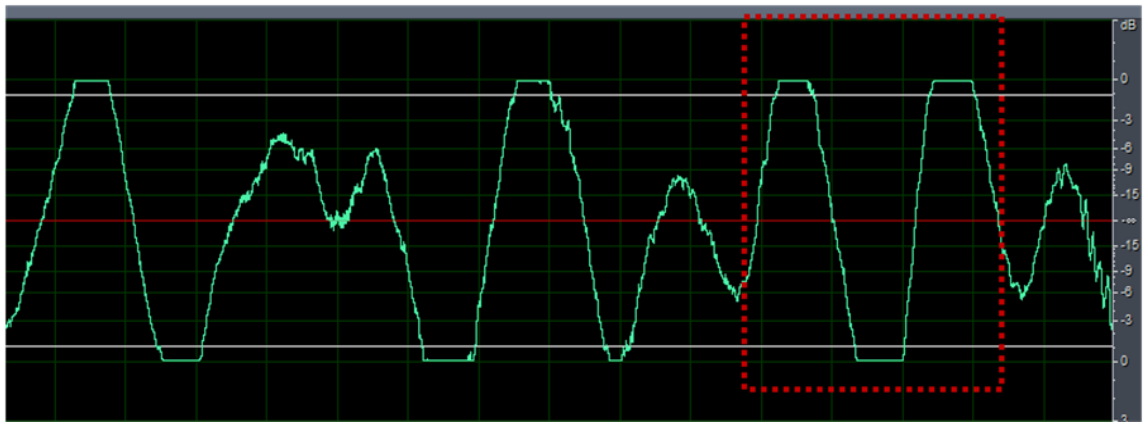

图 17-29 削顶的 MIC 录音数据
2. 查看 MIC 录音数据，如图 17-29 所示为削顶。